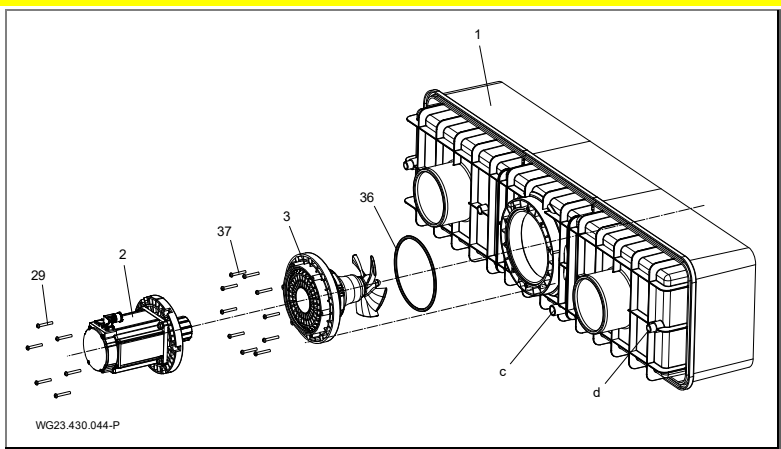

Fig. 16
1. Dégraisser la tubulure de raccordement (d, (Fig. 16)) sur le boîtier en plastique (1) et la douille de raccordement de la gaine de protection des câbles (12) avec un nettoyant pour PVC-U / ABS.